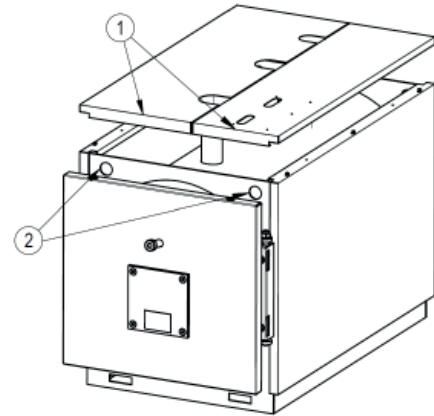

fig. 5
5.2.1 Pour les modèles PREXTHERM RSW 92N+600N (Fig. 5)